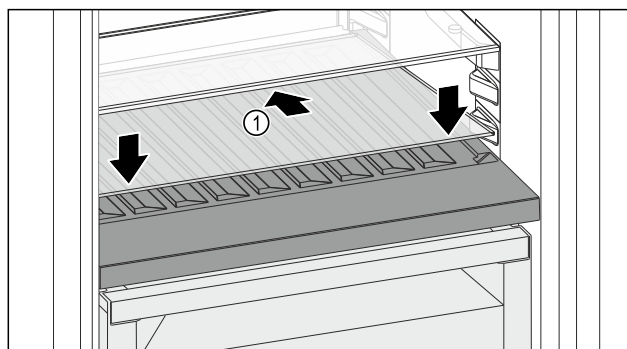

Fig. 122
- Skleněnou desku Fig. 122 (1) zasuněte šikmo a skloněnou dozadu dolů.
- Skleněnou desku Fig. 122 (1) vpředu spusťte dolů.